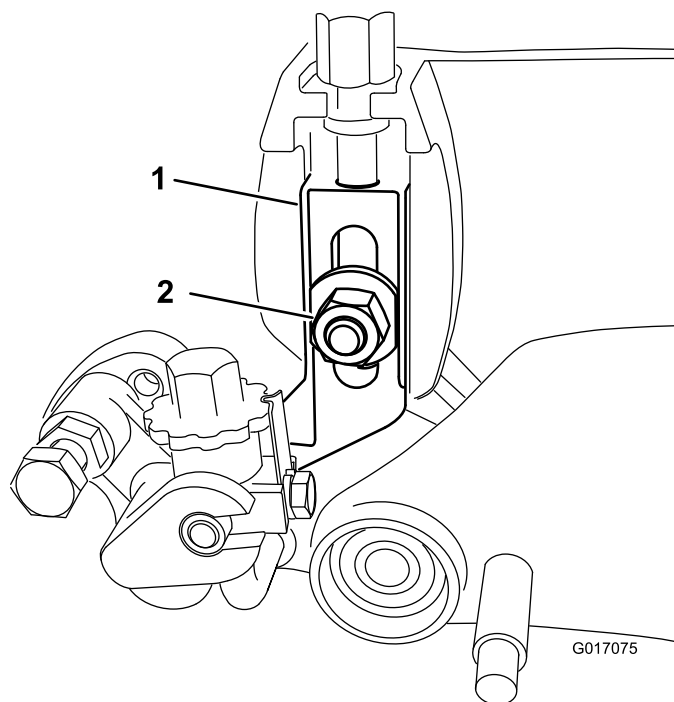

図 30
5. 各刈高アームをサイドプレートに固定しているプラウボルト、ワッシャ、ナットを外す 図 30。